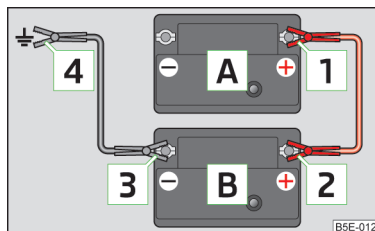

Fig. 195
- Prindeți clema **1** la polul plus al bateriei descărcate **A** » fig. 195.